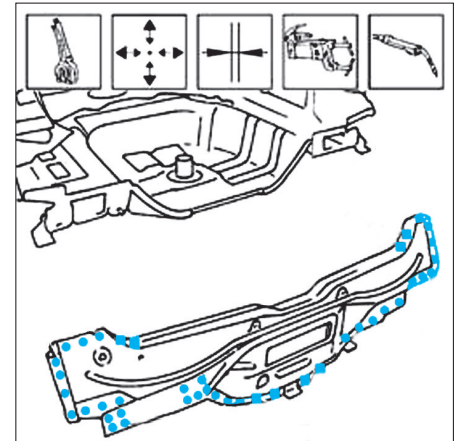

FIG. 27
- Ajuster la jupe arrière avec le bouclier arrière, les feux arrière et le hayon, puis souder comme illustré (Fig.27).